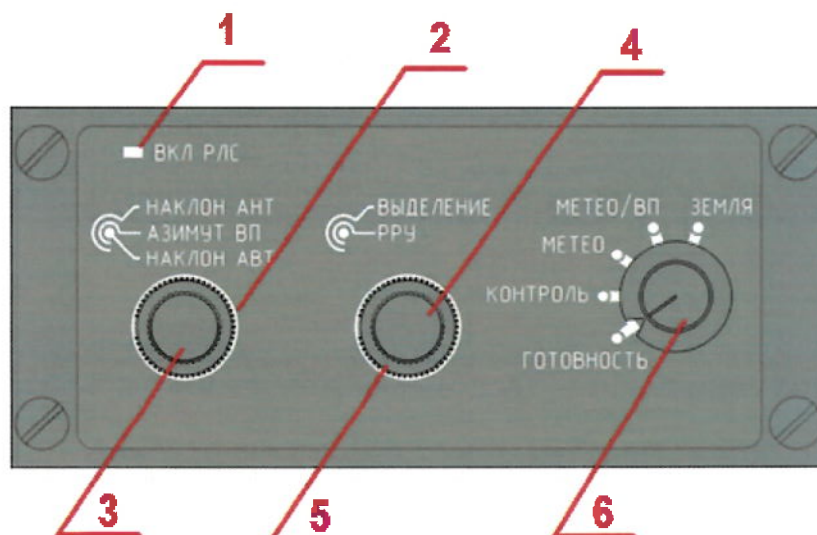

Рисунок 2 – Органы управления пульта управления А813-4905
При этом от бортовой сети подаются питающие напряжения 27 В постоянного тока в изделие и в ПУ, при этом на ПУ загорается светодиод ВКЛ. РЛС (см. рисунок 2, поз. 1) в левой верхней части передней панели ПУ, свидетельствующий о включении вторичных источников питания.
Расположение органов управления на лицевой панели ПУ А813-4905 приведено на рисунок 2.
- ручка НАКЛОН АНТ (рисунок 2, поз. 2) позволяет управлять положением антенны в вертикальной плоскости. При повороте ручки по часовой стрелке антенна перемещается вверх, при повороте против часовой стрелки – вниз. Значение угла наклона отображается на экране СЭИ;
- ручка АЗИМУТ ВП (рисунок 2, поз. 3) позволяет выбрать азимутальное направление, для которого производится отображение вертикального профиля метеообразования в режиме «Метео/ВП». При вращении ручки АЗИМУТ ВП в режиме «Метео» на экране СЭИ поверх РЛС изображения появляется линия белого цвета, проходящая от символа ВС в нижней части экрана до конечной дуги дальности. Вращение ручки АЗИМУТ ВП приводит к изменению азимутального
- при нажатии на ручку АЗИМУТ ВП (рисунок 2, поз. 3) включается режим автоматического управления наклоном антенны (включение этого режима отображается на экране СЭИ);
- ручка РРУ (рисунок 2, поз. 4) позволяет регулировать усиление приёмного устройства с целью устранения засветов от наземных объектов на малых дальностях и получения равномерной засветки от земной поверхности в режиме «Земля». В режимах «Метео» и «Метео/ВП» эта ручка позволяет увеличить усиление приемного устройства для наблюдения за метеообразованиями, имеющими отражаемость менее 20 дБZ;
- ручка ВЫДЕЛЕНИЕ (рисунок 2, поз. 5) позволяет устанавливать порог обнаружения характерных ориентиров, отражающая способность которых превышает отражающую способность фона земной поверхности. Функция ручки ВЫДЕЛЕНИЕ поддерживается только в режиме «Земля»;
- переключатель служит для переключения режимов работы изделия: «Готовность», «Контроль», «Метео», «Метео/ВП» или «Земля» (рисунок 2, поз. 6).